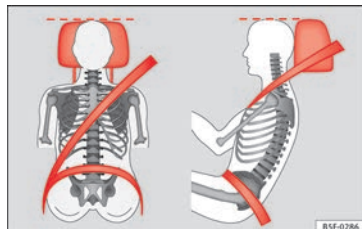

Fig. 77 Apoyacabezas ajustado correctamente visto de frente y lateralmente.
– Ajuste el apoyacabezas de modo que el borde superior quede, en la medida de lo posible, a la altura de la parte superior de la cabeza, como mínimo a la altura de los ojos »» **fig. 77**.